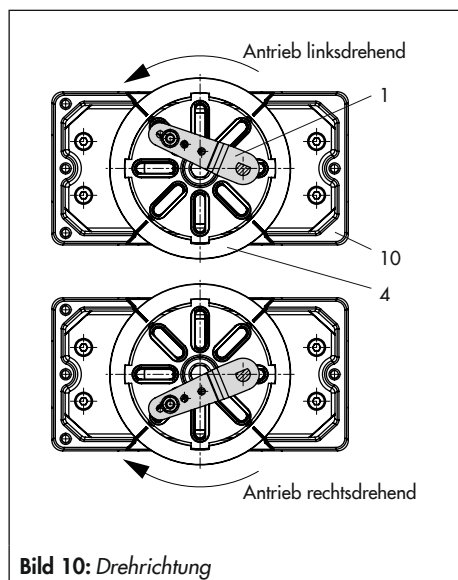

Bild 10: Drehrichtung
4. Kupplung (4) auf die geschlitzte Antriebswelle bzw. den Adapter (3) aufstecken und mit Schraube (4.1) und Tellerfeder (4.2) festschrauben.
5. Am Hebel M (1) des Stellsreglers den Standard-Abtaststift (2) herauserschrauben. Den Abtaststift (Ø5) aus dem Anbausatz an Stiftposition 90° verschrauben.
6. Ggf. Manometerhalter (7) mit Manometern oder bei erforderlichen Anschlussgewinde G ¼ die Anschlussplatte (6) montieren, auf richtigen Sitz der beiden Dichttringe (6.1) achten. Bei doppeltwirkenden federlosen Schwenkantrieben wird ein Umkehrverstärker für den Anbau am Antrieb benötigt, vgl. Kapitel 5.8.
8. Stellsregler auf das Gehäuse (10) setzen und festschrauben. Dabei den Hebel (1) so ausrichten, dass er unter Berücksichtigung der Drehrichtung des Antriebs mit seinem Abtaststift in den entsprechenden Schlitz eingreift (Bild 10).